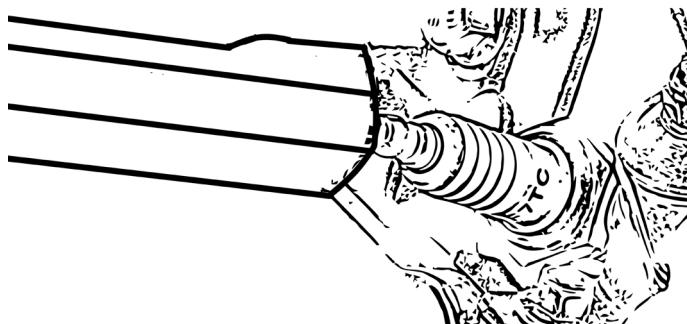

Figure 18
- Desserrez la bougie d'allumage à l'aide de la clé à bougie, fig. 18.